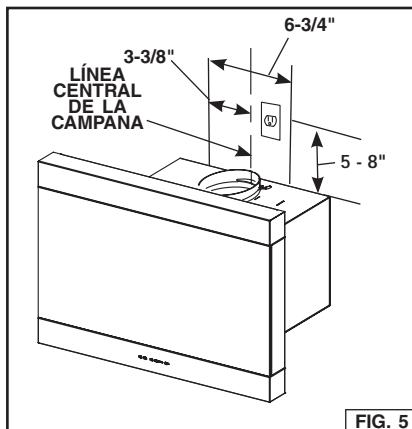

FIG. 5
2. Instale una caja de salida estándar para pared de 2" x 4" y un receptáculo conectado a tierra de 3 patas, 125 Voltios, 15 Amperes. Fig. 5.